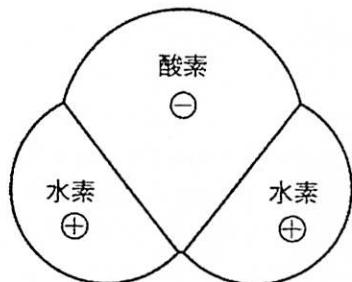

図1 水分子（1億倍）
①、②の実験からは、電子レンジは「水しか温めない」ということがわかります。電子レンジで食品を加熱調理できるのは、食品には必ず水分が含まれているからです。乾燥した切り餅であっても、わずかな水分が残っていることでふくらむのです。
②の実験では、多くの生徒が、油 = “熱い”というイメージを持っているので、油の入ったコップのほうが温ると予想します。ところが、油の入ったコップはまったく熱くなりません。理由は、分子の構造にあります。水は、図1のように+と-が偏った電気双極子（電気の対）になっているので、交互に変化する電界の中に置かれるとき分子は回転（1秒間に24.5億回）させられ、摩擦熱を出します。ところが、油は分子が大きく、+と-の電気的な対は一部にしかないので温まらないのです。
③の実験からわかるのは、電波はアルミホイルのような金属にあたると反射することです。電波が金属にあたると、その中の自由電子は激しく振動させられます（つまり交流電流が流れる）。ところが、そのエネルギーは消費されることがないので、再びアルミから電波を発射するのです。よく「サツマイモをアルミホイルに包んでチンすれば焼き芋ができるだろう」と考える人がいますが、それは大きなまちがいだということがわかります。
④の実験では、スチールウールはアルミと同じ金属ですが、電気抵抗があるために自由電子が動くと発熱線のように発熱して燃え出します。つまり電波のエネルギーが消費され熱に変わったわけです。このようなとき電波は、「吸収された」と呼んでいます。
⑤の実験は、④の実験と同じように、白熱電球の中のフィラメントが電気抵抗を持っているために発熱し、光って点灯します。これはフィラメントが切れてしまなくなってしまった電球でも同様に光ります。
⑥の実験では、白熱電球と同様に豆電球も光るだろうと予想を立てますが、豆電球は光ってくれません。これは、豆電球のフィラメントの電気抵抗が小さ